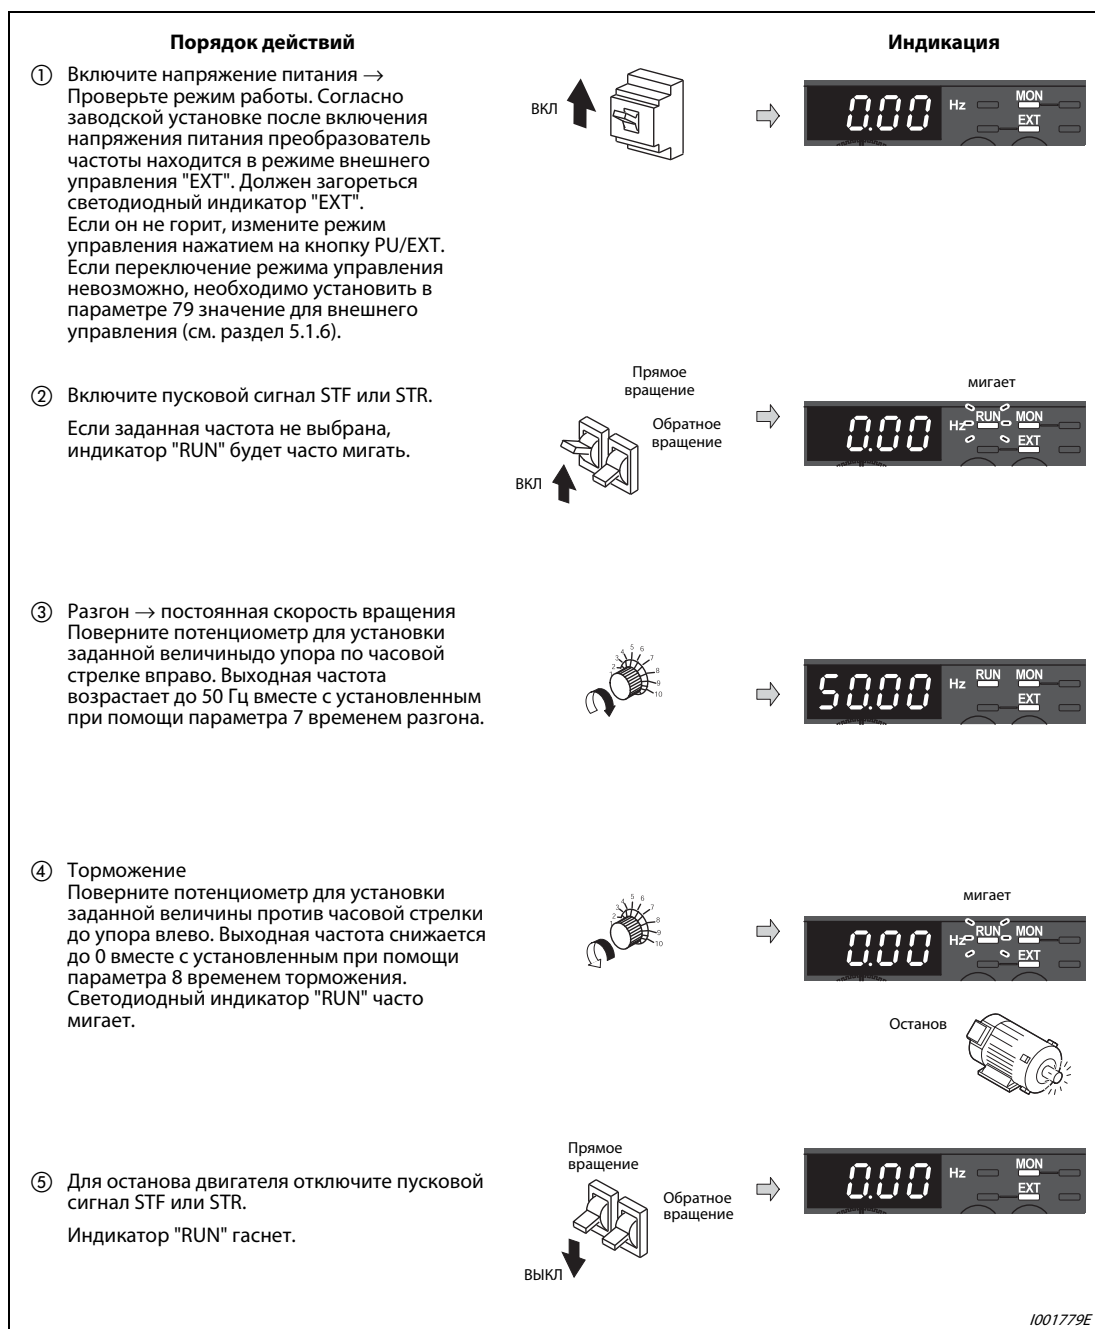

Рис. 5-27: Работа преобразователя частоты при аналоговой установке заданной величины напряжения
① Вращайте диск цифрового набора до появления величины "P.125" (параметр 125) на индикаторе.
② Нажмите на кнопку SET, чтобы вывести на экран текущее значение. Появится заводская установка "50.00" (50,00 Гц).
③ Вращайте диск цифрового набора до появления надписи "40.00" (40,00 Гц)
④ Нажмите на кнопку SET, чтобы сохранить данную величину.
⑤ Дважды нажмите на кнопку MODE, чтобы вывести на индикатор выходную частоту.
⑥ Для проверки настройки включите пусковой сигнал STF или STR и поверните потенциометр по часовой стрелке до упора (см. Рис. 5-27, шаги ② - ⑤).